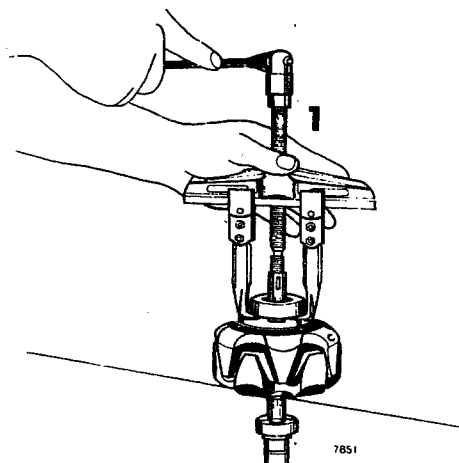

Fig 06-18. Borttagning av främre lager
1. Dra av lagret med hjälp av avdragaren enligt fig 06-18.